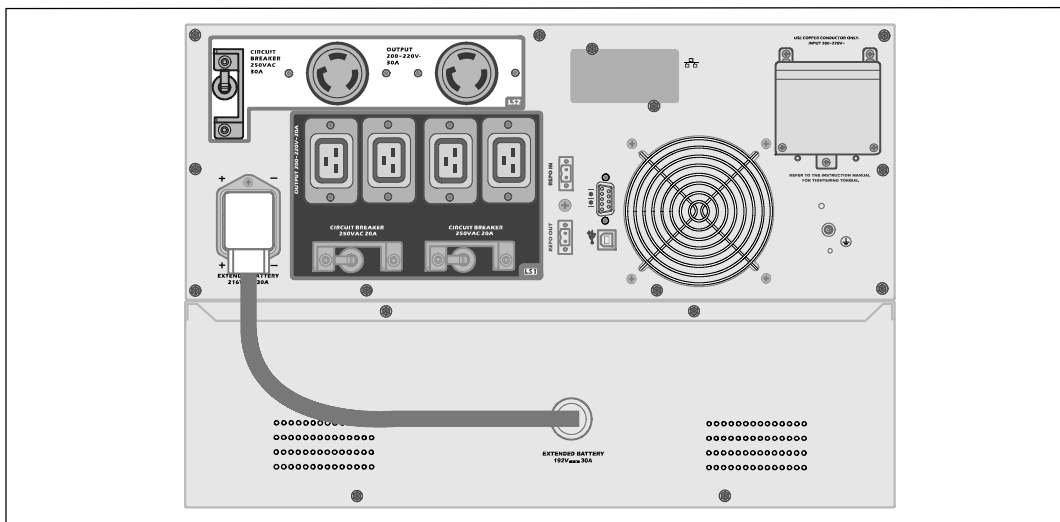

図 15 EBM 5600W OL UPS (208V)での取り付け方法
- 1 EBMケーブルをUPSバッテリーコネクタへ差し込みます (図 15を参照)。